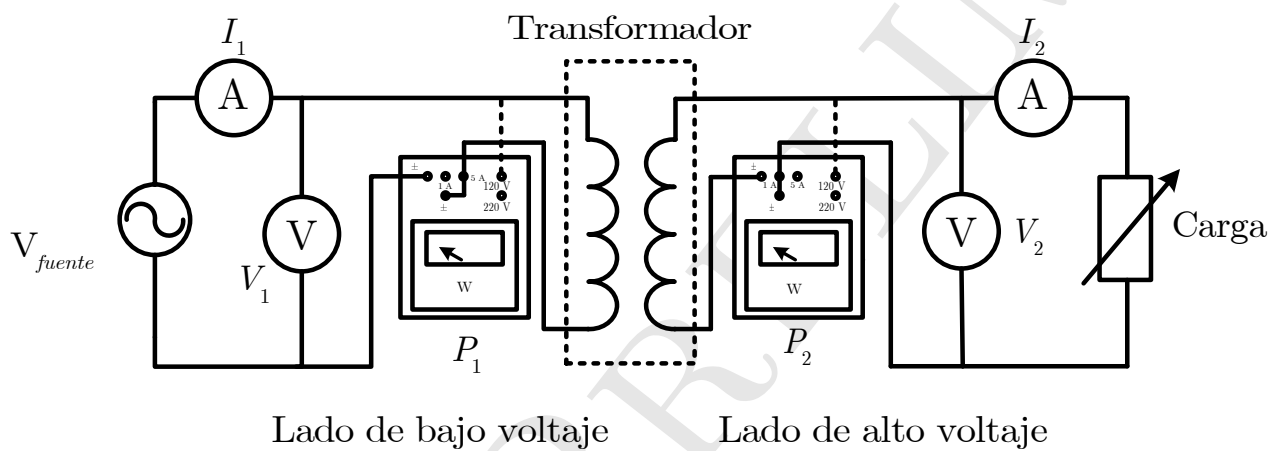

Figura 1: Pruebas al transformador.
1. Armar el circuito mostrado en la Figura 1. La carga tomará los valores de acuerdo a la Tabla 2.
3. Medir y anotar en la Tabla 3, 4 y 5 las lecturas tomadas de todos los instrumentos mostrados en la Figura 1 para cada tipo de carga.